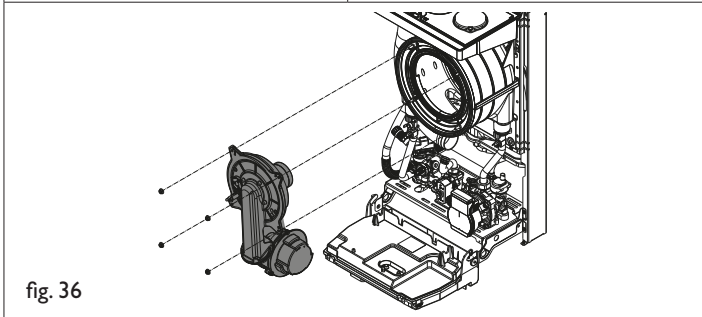

fig. 36
- Svitare i quattro dadi di fissaggio e sfilare il gruppo combustione facendo attenzione all'elettrodo e al bruciatore (fig. 36)